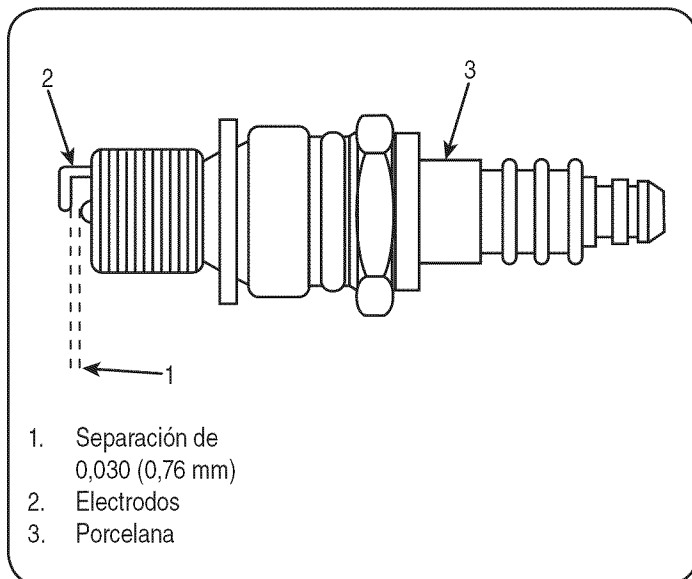

Figura 19
4. Compruebe la separación de electrodos con un calibre de separación de alambre y fije la separación en 0,030 pulgadas. Vea la Figura 19.